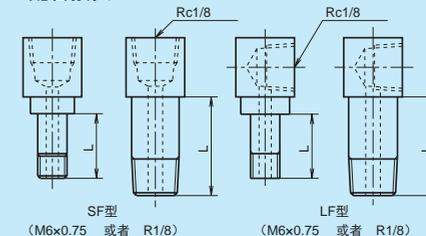

图 12 润滑脂注油孔和专用配管接头
(1) 润滑用零件的种类
- HA 系列的润滑脂注油孔和专用配管接头如图 12、表 7。
- 根据双密封垫片、护板、NSK K1 等防尘零件的选用情况，配备不同长度尺寸 (L) 的润滑用零件。根据所需的防尘规格来选取相应的润滑零件，组装使用。
(2) 润滑零件的安装位置